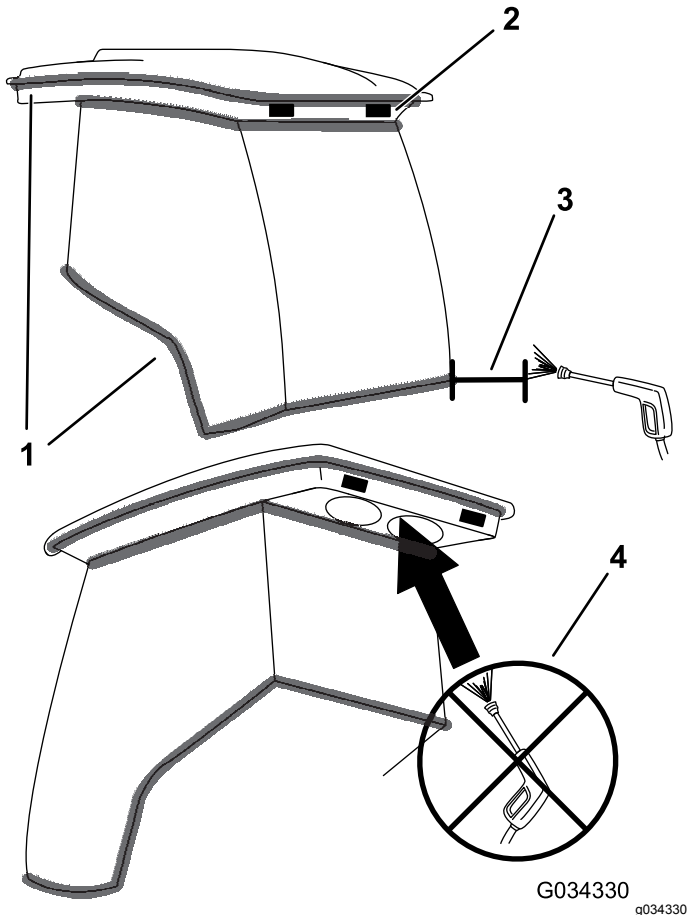

Bild 119
**Wichtig:** Passen Sie in der Nähe von Kabinendichtungen und Lampen auf (Bild 119). Halten Sie bei der Verwendung eines Hochdruckreinigers das Strahlrohr mindestens 0,6 m von der Maschine entfernt. Verwenden Sie keinen Hochdruckreiniger direkt an Kabinendichtungen und Lampen oder unter dem hinteren Überhang.